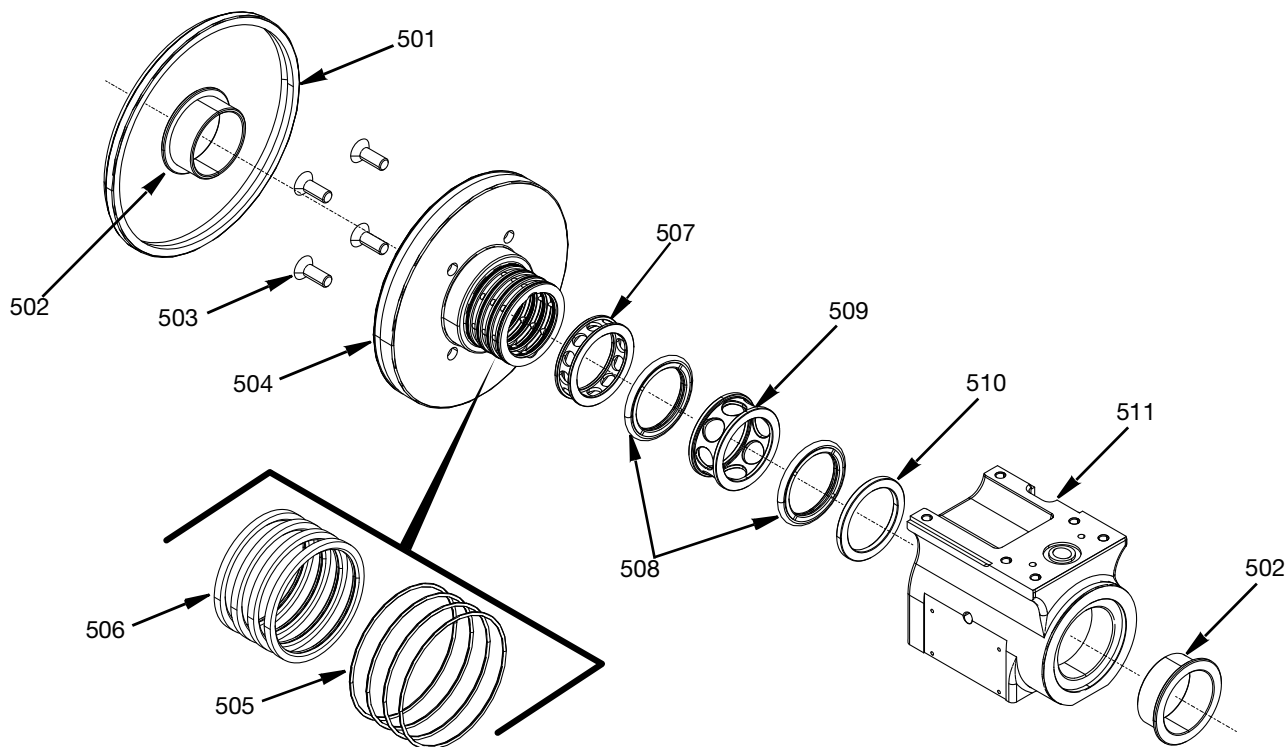
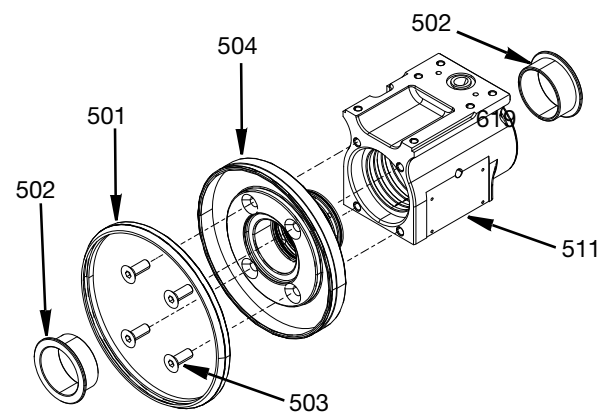

Рис. 20
Рис. 25
1. Пылезащитное уплотнение (501) может быть снято с подшипника воздухораспределительного кольца (504).
2. Снимите фланцевые подшипники (502) и утилизируйте их.
3. Используя шестигранный ключ, открутите винты M6 с плоской головкой (503) и снимите подшипник воздухораспределительного кольца (504).
4. Снимите четыре уплотнительных кольца (505) и четыре герметизирующих уплотнения (506) с подшипника воздухораспределительного кольца (504) и утилизируйте их.
5. Выбейте внутренние компоненты (507-510) из корпуса поворотного шарнира (511). Для того, чтобы выбить внутренние компоненты из корпуса поворотного шарнира рекомендуется использовать инструмент для установки/удаления уплотнений 17V972 и молоток с мягким бойком.
6. Утилизируйте вращающиеся уплотнения (508). См. Рис. 20, стр. 20.
**ПРИМЕЧАНИЕ:** Общая последовательность сборки корпуса поворотного шарнира представлена на Рис. 20.
1. Вставляйте опорное кольцо (510) в конец с большим отверстием корпуса поворотного шарнира (511) до тех пор, пока опорное кольцо не будет установлено перпендикулярно внутреннему выступу.
2. Нанесите тонкий слой литиевой смазки на наружную поверхность уплотнительного кольца вращающегося уплотнения (508). Во избежание повреждения вращающегося уплотнения вставляйте уплотнительное кольцо в отверстие корпуса поворотного шарнира (511) под углом. Удостоверьтесь, что уплотнительное кольцо не порвется о входное отверстие, и прижмите вращающееся уплотнение к опорному кольцу (510). См. вид сбоку Рис. 25.
3. Установите распределительное кольцо для материала (509) в отверстие корпуса поворотного шарнира (511). Рекомендуется использовать **Инструмент для установки/удаления уплотнения для материала, 17V972** см. стр. 38 и молоток с мягким бойком. Протолкните распределительное кольцо для материала (509) и вращающееся уплотнение (508) в нижнюю часть отверстия.
4. Нанесите тонкий слой литиевой смазки на наружную поверхность следующего уплотнительного кольца вращающегося уплотнения (508). Во избежание повреждения вращающегося уплотнения вставляйте уплотнительное кольцо в отверстие корпуса поворотного шарнира (511) под углом. Удостоверьтесь, что уплотнительное кольцо не порвется об отверстие для просачивания материала и прижмите вращающееся уплотнение к опорному кольцу для материала (509). См. вид сверху Рис. 25.
7. Нанесите тонкий слой литиевой смазки на уплотнительные кольца (505) и вставьте в отверстие корпуса поворотного шарнира (511). Нанесите противозадирный состав на винты М6 с потайной головкой и шестигранным углублением под ключ (503) и закрутите их вручную. См. Рис. 25.
8. Вставьте один фланцевый подшипник (502) в корпус поворотного шарнира (511) и один фланцевый подшипник (502) в подшипник воздухораспределительного кольца (504). См. Рис. 25.
9. Расположите пылезащитное кольцо (501) вокруг внешней поверхности подшипника воздухораспределительного кольца (504). См. Рис. 25.